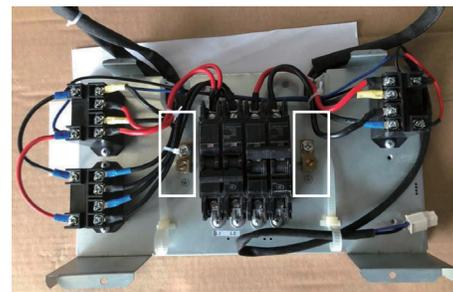

Fig. 32 – Fixez les fils d'alimentation électrique de chaque groupe
12. Consultez la figure 32 pour la position de fixation du fil de mise à la terre de l'alimentation électrique. Fixez les fils d'alimentation électrique de chaque groupe et assurez-vous que le câble est correctement mis à la terre.